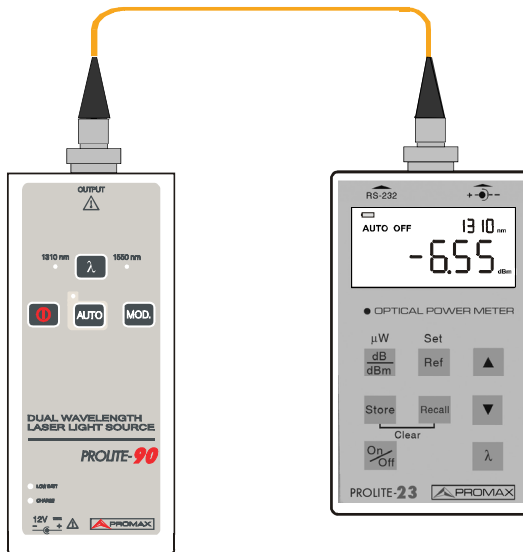

Figura 10.- Conexión inicial del conector de prueba de las pérdidas de inserción.
1. **Inicialización:** Conectar la fuente láser **PROLITE-90** al medidor de potencia óptica **PROLITE-23** utilizando un cable de interconexión óptica adecuado de una longitud de 2 a 3 metros con el fin de medir la potencia óptica real de la fuente láser estabilizada, como se muestra en la figura 10.